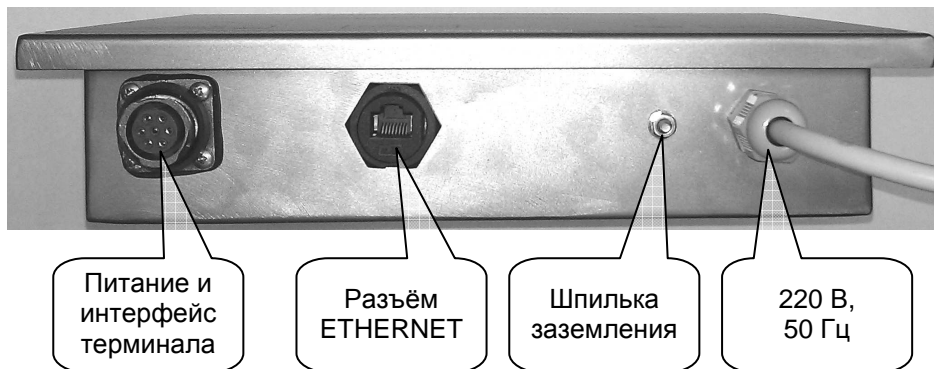

Рис. 7.4. Внешний вид БПА Преобразователя со стороны панели разъёмов и гермовводов.
На Рис. 7.4 изображён внешний вид БПА Преобразователя со стороны панели разъёмов и гермовводов.
8.6. Если предполагается связь Преобразователя с локальной сетью, подключите кабель ETHERNET к соответствующему разъёму ТВИ-025БПА (см. Рис. 7.4 на стр. 17).
8.7. Подключите ТВИ-025ВТ и ТВИ-025БПА к цепям заземления через соответствующие шпильки (см. Рис. 7.2, стр. 15 и Рис. 7.4, стр. 17).